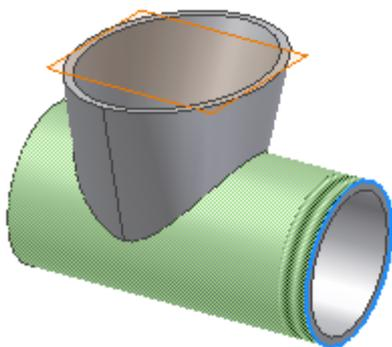

Рис. 13. Нарезание резьбы
4. Укажите поверхность, на которой должна быть нарезана резьба (рис. 13).